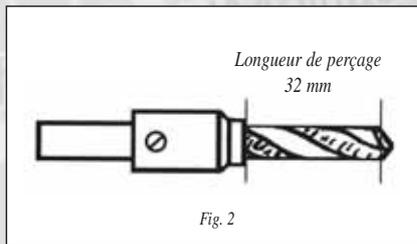

Fig. 2
- Montez la butée de perçage sur la mèche de 8 mm avec une sortie de 33 mm (figure 2)